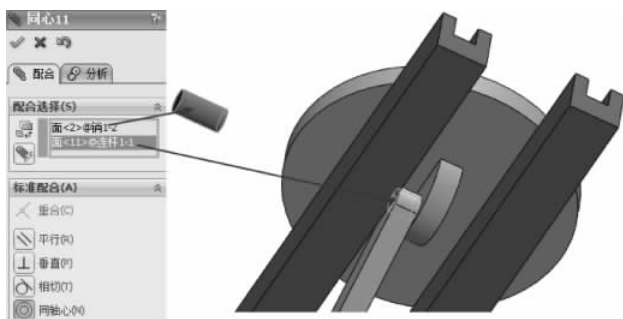

图 3-199 同轴心配合
(31) 选择【标准配合】选项组下的【同轴心】配合类型,在【要配合的实体】选择框中选择如图 3-199 所示的面,其他保持默认,单击【确定】按钮,完成同轴心配合。